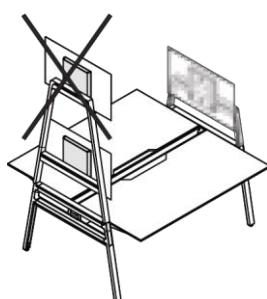

Рис. 28 Держатель экрана, недопустимый монтаж
- Два держателя экрана на одной наставной скобе (см. Рис. 28).